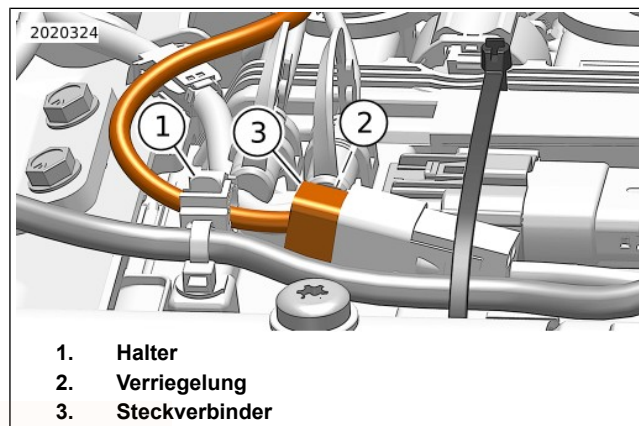

Abbildung 146. Sitzheizungs-Steckverbinder
7. Siehe Abbildung 146. Zum Öffnen die Zunge (1) an der Halterung drücken. Die Verriegelung (2) am Steckverbinder (3) drücken, um die Sitzheizung abzuklemmen.
2. Siehe Abbildung 146. Den Sitzheizungs-Steckverbinder anschließen (3). Zusammendrücken, bis ein Klicken zu hören ist. Die Verkabelung wie abgebildet in der Halterung (1) verlegen. Die Halterung schließen.